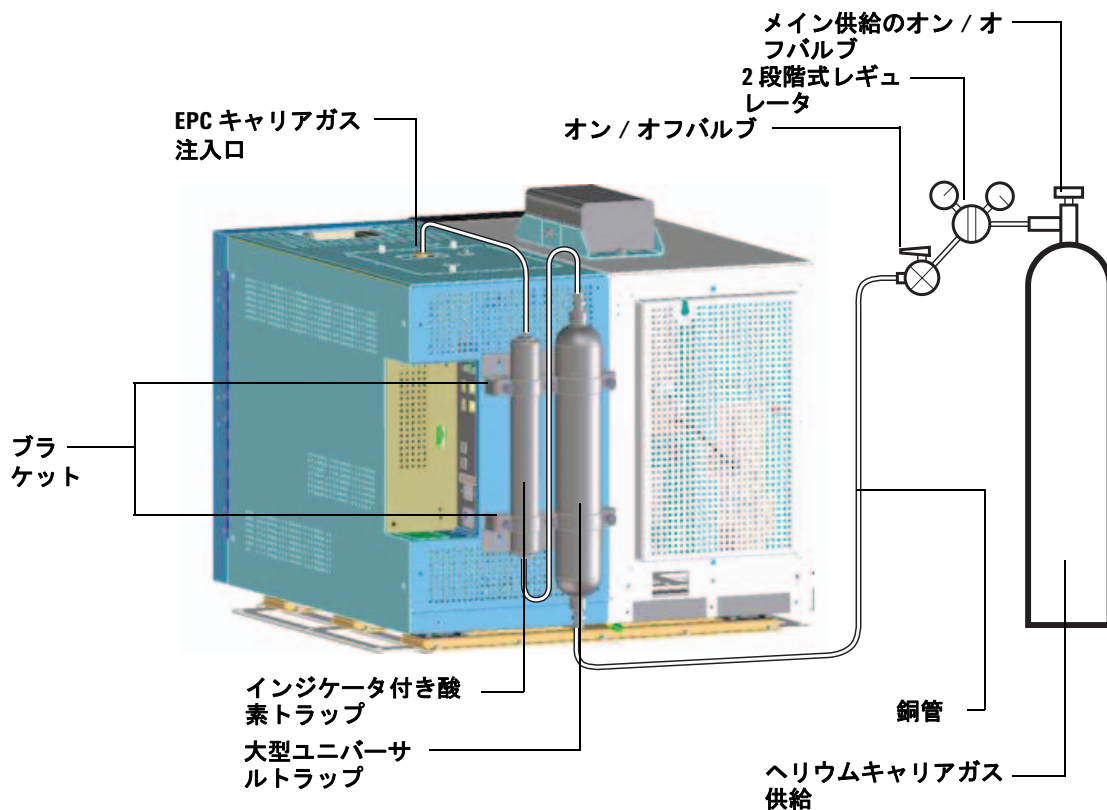

図 3 ヘリウムラインの接続
- 5 SHIPPING キットにある 1/8 インチ銅管の残りを使用して、キャリアガス供給ラインのオン / オフバルブに接続します (図 3)。このラインのもう一方の端は、ラインをパージした後、大型ユニバーサルトラップの注入口に接続します。本セクションでは余分な配管は巻いたままにして、現地据付で伸ばして使用できるようにします。